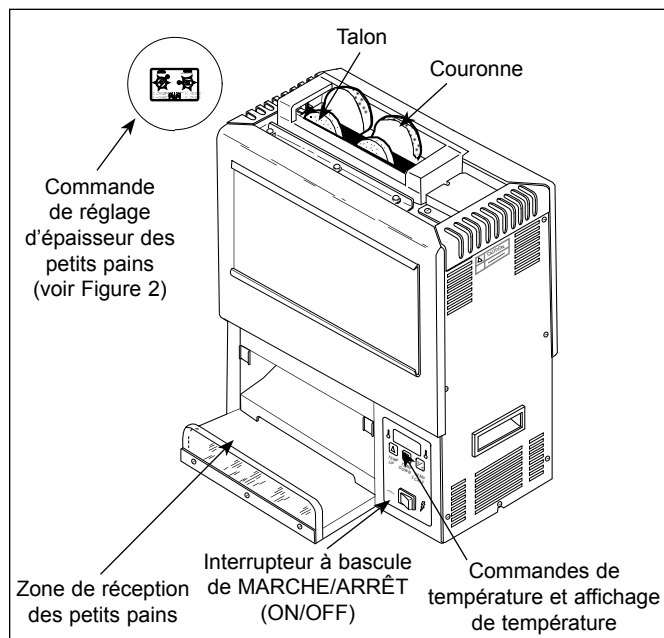

Figure 3. Grille-Pain Rapide
2. Placez l'interrupteur à bascule MARCHE/ARRÊT (ON/OFF) sur Marche (Figure 3). Comptez un préchauffage de 30 minutes avant de continuer.
3. Placez les petits pains dans le grille-pain (Figure 3). Les moitiés coupées correspondantes (dessus et dessous) doivent se faire face (talon devant, couronne derrière).
4. Le produit grillé tombe dans la zone de réception des petits pains (Figure 3).